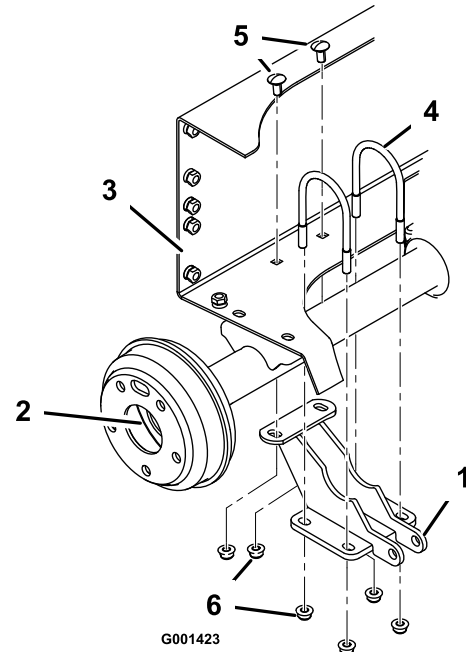

Figura 5
4. Monte provisionalmente el soporte del cilindro de elevación en el extremo derecho del eje trasero con 2 pernos en U y 4 tuercas con arandela prensada (3/8 pulgada), alineando los taladros de montaje con los taladros de la bandeja de la batería (Figura 5).
5. Sujete el soporte del cilindro de elevación al bastidor trasero con 2 pernos de cuello cuadrado y 2 tuercas con arandela prensada (3/8 pulgada). Apriete uniformemente las 4 tuercas con arandela prensada de los pernos en U hasta que el soporte esté alineado con el eje. Retire las dos tuercas que sujetan la parte trasera del soporte al bastidor trasero (Figura 5).